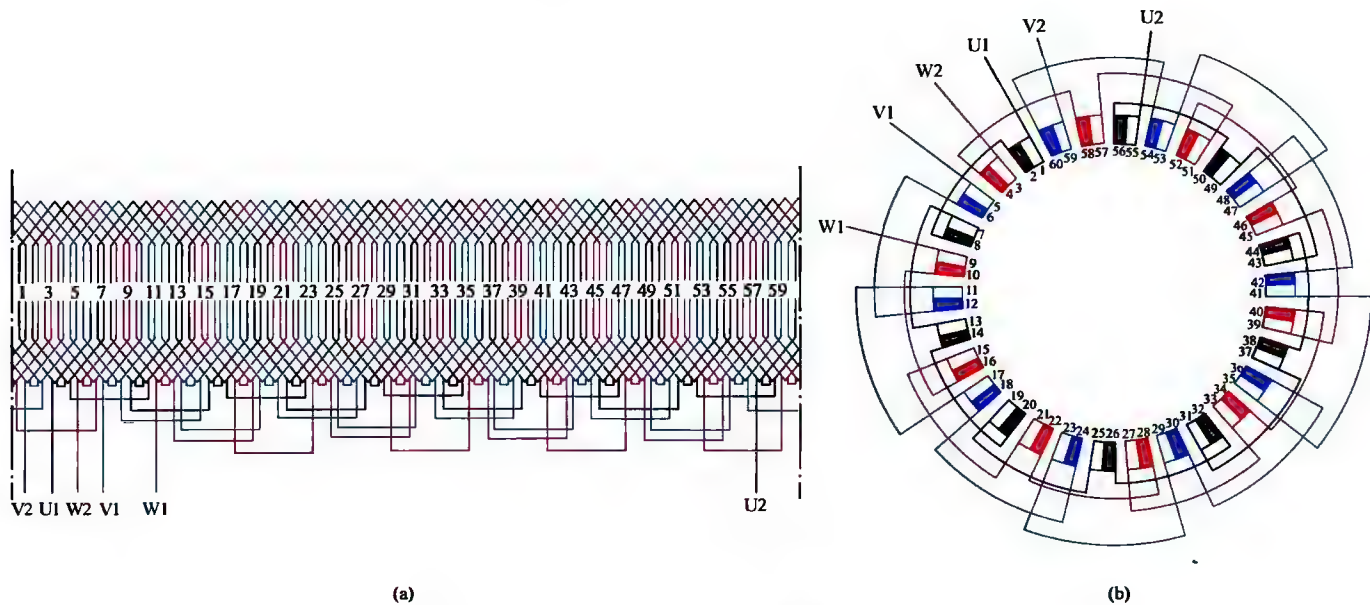

图 1-96 三相 10 极 60 槽双层叠绕组 1 路接法
96. 三相 10 极 60 槽双层叠绕组 1 路接法展开图与接线圆图 (见图 1-96)